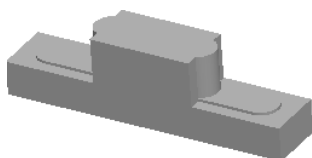
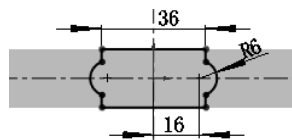

图 5.39.6 凸台-拉伸 3
图 5.39.7 横断面草图 (三)
Step4. 创建如图 5.39.6 所示的特征凸台-拉伸 3。横断面草图如图 5.39.7 所示。